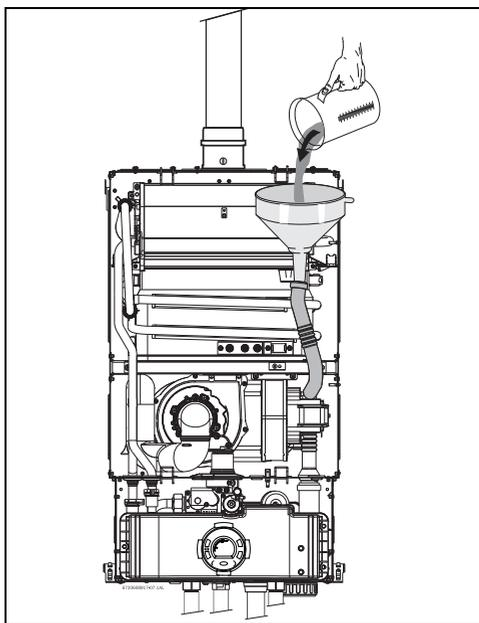

Fig. 56 Remplissage du réservoir d'eau après l'installation.
- ▶ Remplir le siphon avec environ 400 ml d'eau, par le tuyau. Afin d'éviter d'endommager l'appareil, utiliser un entonnoir à l'extrémité du tuyau (Fig. 56).